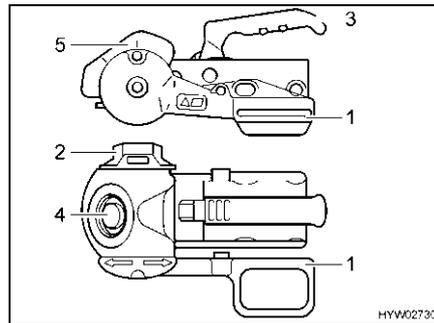

Bild 3 Sicherheitskupplung AKS 1300
- Stabilisierungshebel (Bild 3,1) in oberste Stellung bringen.
- Handrad (Bild 3,2) entgegen dem Uhrzeigersinn bis zum Anschlag in Offenstellung drehen.
- Kupplungsgriff (Bild 3,3) nach oben ziehen.
- Sichtkontrolle durchführen: Der grüne Zylinder der Sicherheitsanzeige (Bild 3,4) muss sichtbar sein.
- Stabilisierungshebel nach unten drücken, bis die Markierung auf dem Stabilisierungshebel mit der des Stabilisierungsgehäuses (Bild 3,5) übereinstimmt.